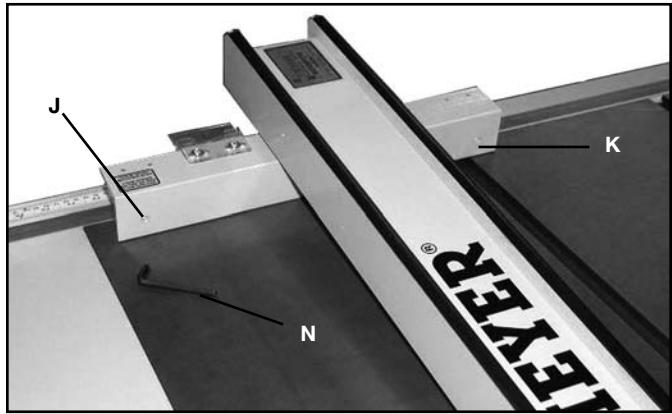
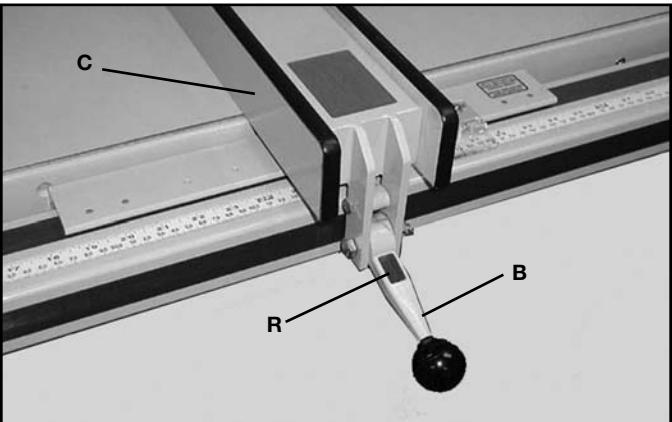

FIG. 27
FIG. 28
4. Le guide (C), fig. 26, doit être parallèle à la rainure du guide d'onglet. Coulisser le guide jusqu'à ce que le bord inférieur s'aligne avec le bord de la rainure du guide d'onglet comme montré puis, abaisser la poignée de verrouillage (B). Vérifier si le guide (C) est aligné avec la rainure du guide d'onglets sur toute la longueur de la table de scie. Ajuster au besoin. Pour ce faire, dégager le guide (C) comme montré à la fig. 27. Serrer ou desserrer légèrement les vis de réglage (J) ou (K) au moyen d'une clé Allen (N) de 3/16 po (4,8 mm) non fournie. Remettre le guide sur le tube du guide et vérifier de nouveau. Répéter l'ajustement jusqu'à ce que le guide soit bien parallèle avec la rainure du guide d'onglet. **REMARQUE : il faut très peu visser ou dévisser les vis de réglage pour ajuster le guide.**
5. Lorsque la poignée de verrouillage (B), fig. 28, du guide est abaissée, le module du guide (C) devrait être bien fixe sur le tube. Dans le cas contraire, relever la poignée (B) comme montré, et dégager le guide du tube comme montré à la fig. 27. Serrer légèrement les deux vis de réglage (J) et (K) (si le guide est trop lâche) ou les desserrer (si le guide est trop rigide) au moyen d'une clé Allen (N) de 3/16 po (4,8 mm), non fournie. REMARQUE : les vis (J) et (K) doivent être vissées ou dévissées de manière égale. Remettre le guide en place sur le tube et vérifier de nouveau si le module du guide est bien fixé au tube du guide en abaissant la poignée de verrouillage (B). Si nécessaire, régler de nouveau.
7. Pour déplacer le guide le long du tube, relever simplement la poignée de verrouillage (B), fig. 30, comme montré. Coulisser le guide à la position voulue et abaisser la poignée de verrouillage (B), fig. 28, comme montré pour bloquer le tout en position. REMARQUE : un aimant (R), fig. 28, est fourni pour maintenir la poignée en position élevée lors du déplacement du guide.